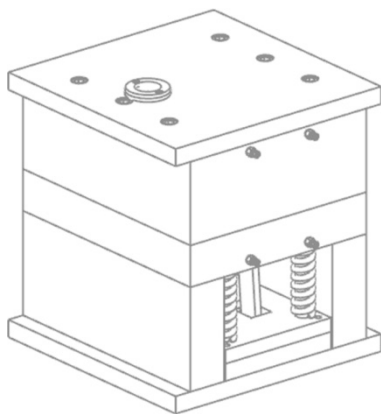

图 16-71 模具总装图
(1) 在横向菜单中选取“窗口”，选择 bitong_top_000.prt，在“装配导航器”中双击 bitong_top_000.prt，激活总装图，此时，冷却系统的配件没有显示在总装图中。
(2) 选择 A 板，单击鼠标右键，在下拉菜单中选取“替换引用集 | 整个部件”命令，显示 A 板的冷却系统的配件。
(3) 采用相同的方法，显示 B 板冷却系统的配件。
(4) 模具总装图如图 16-71 所示。